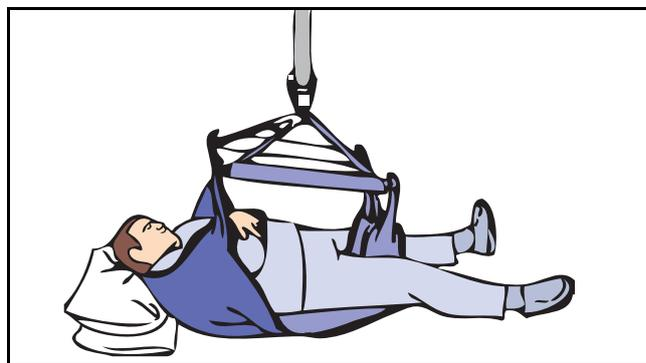

Fig. 28
- 4) Lorsque toutes les boucles sont correctement fixées, soulever le patient à partir du sol dans une position semi-inclinée (voir Fig. 28).